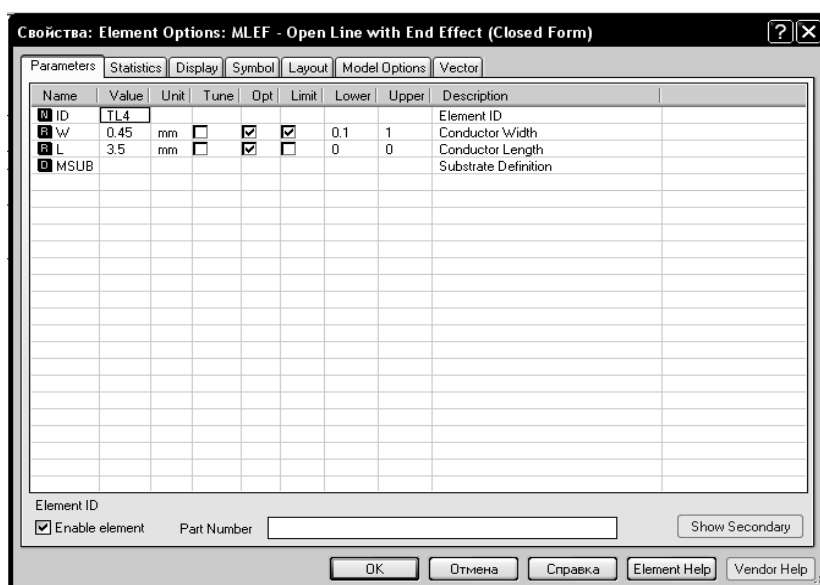

Рис. 2.28
- Дважды щёлкните по второму элементу **MLEF**, или щёлкните по нему правой кнопкой мыши и выберите **Properties**. Откроется диалоговое окно свойств элемента (рис. 2.28). Для па-